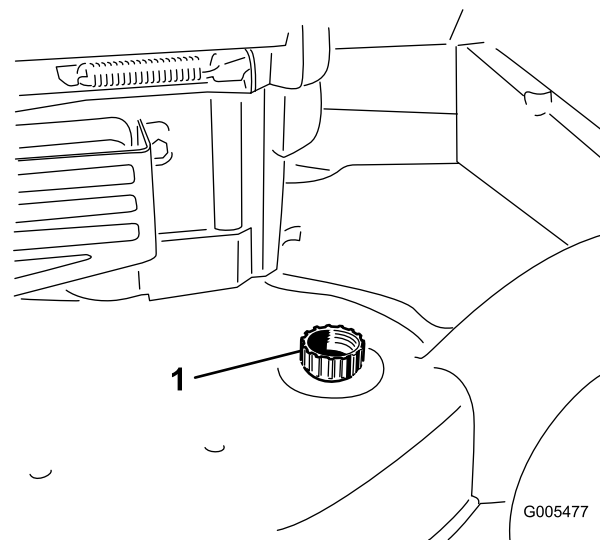

Figure 39
3. Branchez un tuyau d'arrosage, relié à une arrivée d'eau, au raccord de lavage du carter de la tondeuse (Figure 39).